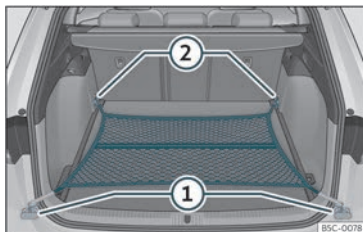

Fig. 116 Na bagageira: rede de separação engatada nivelada com o solo.
- Fixe os ganchos da rede nas argolas de fixação (1) e (2)»»» **Fig. 116** »»» . O fecho de correr do saco deve ficar voltado para cima.